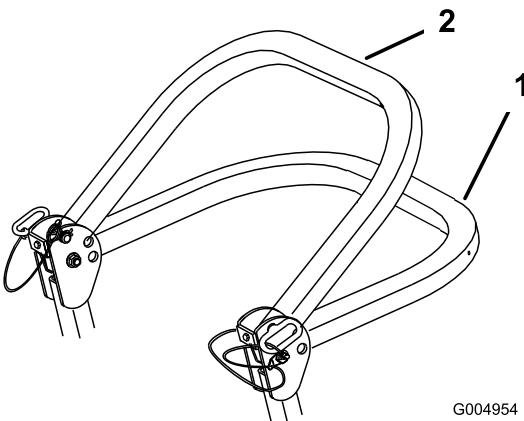

Figura 4
2. Baixe por completo a barra de segurança (Figura 4).
- Nota:** Há 2 posições em baixo; consulte Figura 4.